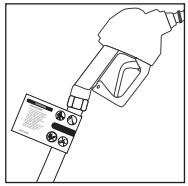

Figure 19
- Slide fingers down the label toward the hose, clamping the hose with the label. (*See Figure 19*)
- Faire glisser les doigts sur l'étiquette afin de reserrer celle-ci sur le boyau. (*Voir Fig. 19*)